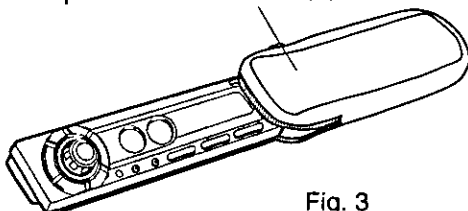

Fig. 3
c) Retirer l'appareil en le tirant avec les deux mains. (Fig.3)
- ④ Tel qu'illustré à la figure 3, ranger le panneau dans l'étui. Le panneau peut alors être transporté en toute sécurité.
⑦ Étui du panneau avant amovible